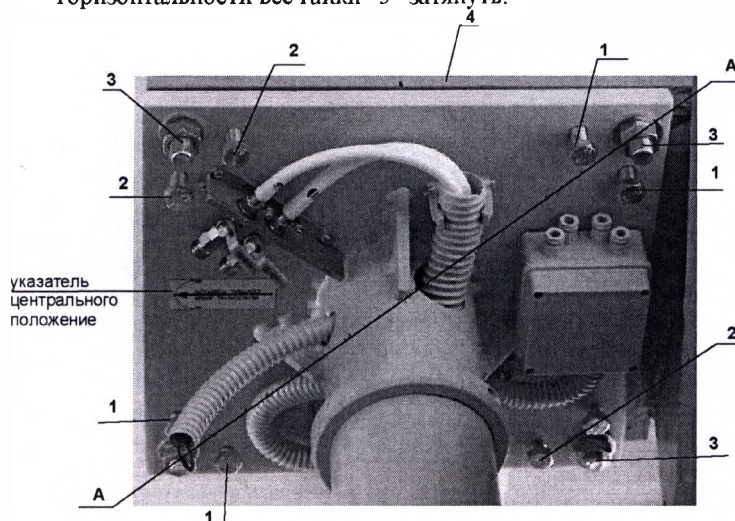

Рис. 10 Расположение наклейки "центральное положение", регулированных болтов и гаек крепления основания консоли (типовой вид)
7.9. С помощью уровня проверить и отрегулировать горизонтальность поворотных плечей консоли с помощью регулировочных болтов, расположенных на основании потолочного крепления консоли (см. Рис. 10). Перед регулировкой надо ослабить все гайки крепления „3“. Для регулировки горизонтальности надо положить уровень на верхнее плечо и повернуть его в положение показанное линией А-А (см. Рис. 10)(центральная ось плеча должна совпасть с диагональю плиты основания потолочного крепления). Затем двумя парами болтов „1“ Рис. 10 находящихся на этой диагонали, выставить горизонтальность плеча. Регулированные болты при регулировке горизонтальности плеча обязательно должны опираться в опорную плиту „4“ Рис. 10. Поверните верхнее плечо в положение перпендикулярное диагонали А-А. И затем другой парой болтов „1“
Рис. 10 выставите горизонтальность плеча. После окончательной регулировки горизонтальности все гайки "3" затянуть.